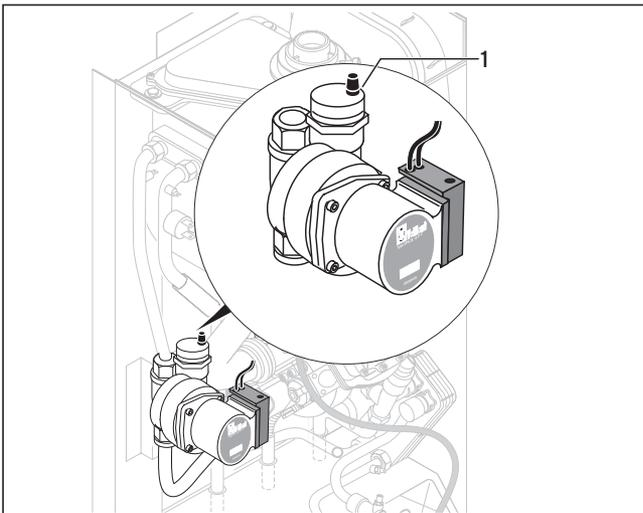

Abb. 5.1 Schnellentlüfter
- Lösen Sie die Kappe des Schnellentlüfters (1) an der Pumpe (Abb. 5.1) um ein bis zwei Umdrehungen (das Gerät entlüftet sich während des Dauerbetriebes selbsttätig über den Schnellentlüfter).
- Drehen Sie Füllhahn und Zapfventil langsam auf und füllen Sie solange Wasser nach, bis der erforderliche Anlagendruck am Manometer (2) erreicht ist.